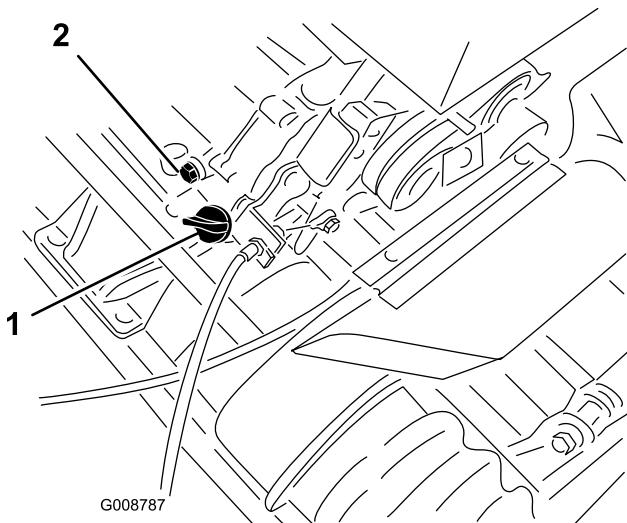

Figura 19
- Coloque o cortador de maneira a que o motor esteja nivelado e limpe à volta o medidor do nível de óleo (Figura 19).
- Coloque um recipiente de drenagem na traseira da máquina, debaixo do tampão de escoamento (Figura 19).